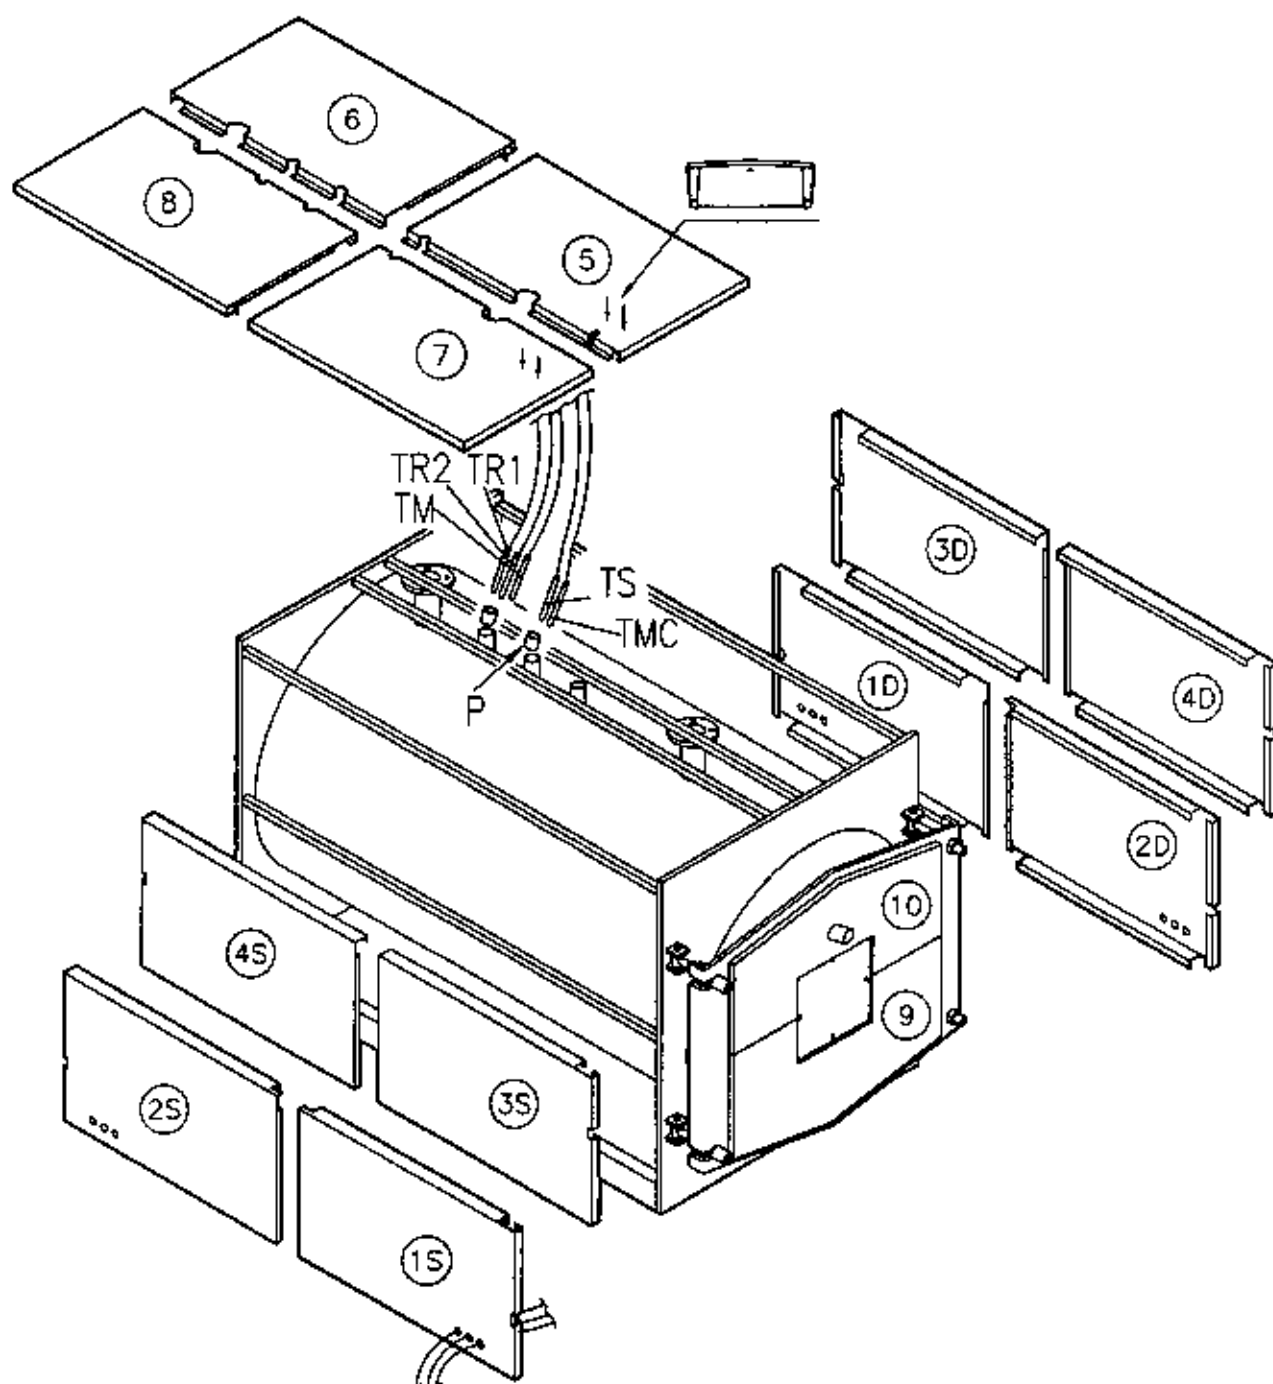

Fig. 10
4.4 RIVESTIMENTI CALDAIA TNA (Fig. 10)
- Montare i coperchi superiori (5) e (6) sulla caldaia; posizionare il quadro comando sul pannello (5); svolgere i capillari del termometro e dei termostati prestando attenzione all'inserimento dei capillari nell'asola predisposta, quindi inserire i bulbi nei pozzetti (P).
- Montare i pannelli (7) e (8) fissando definitivamente il quadro comando al pannello (7).